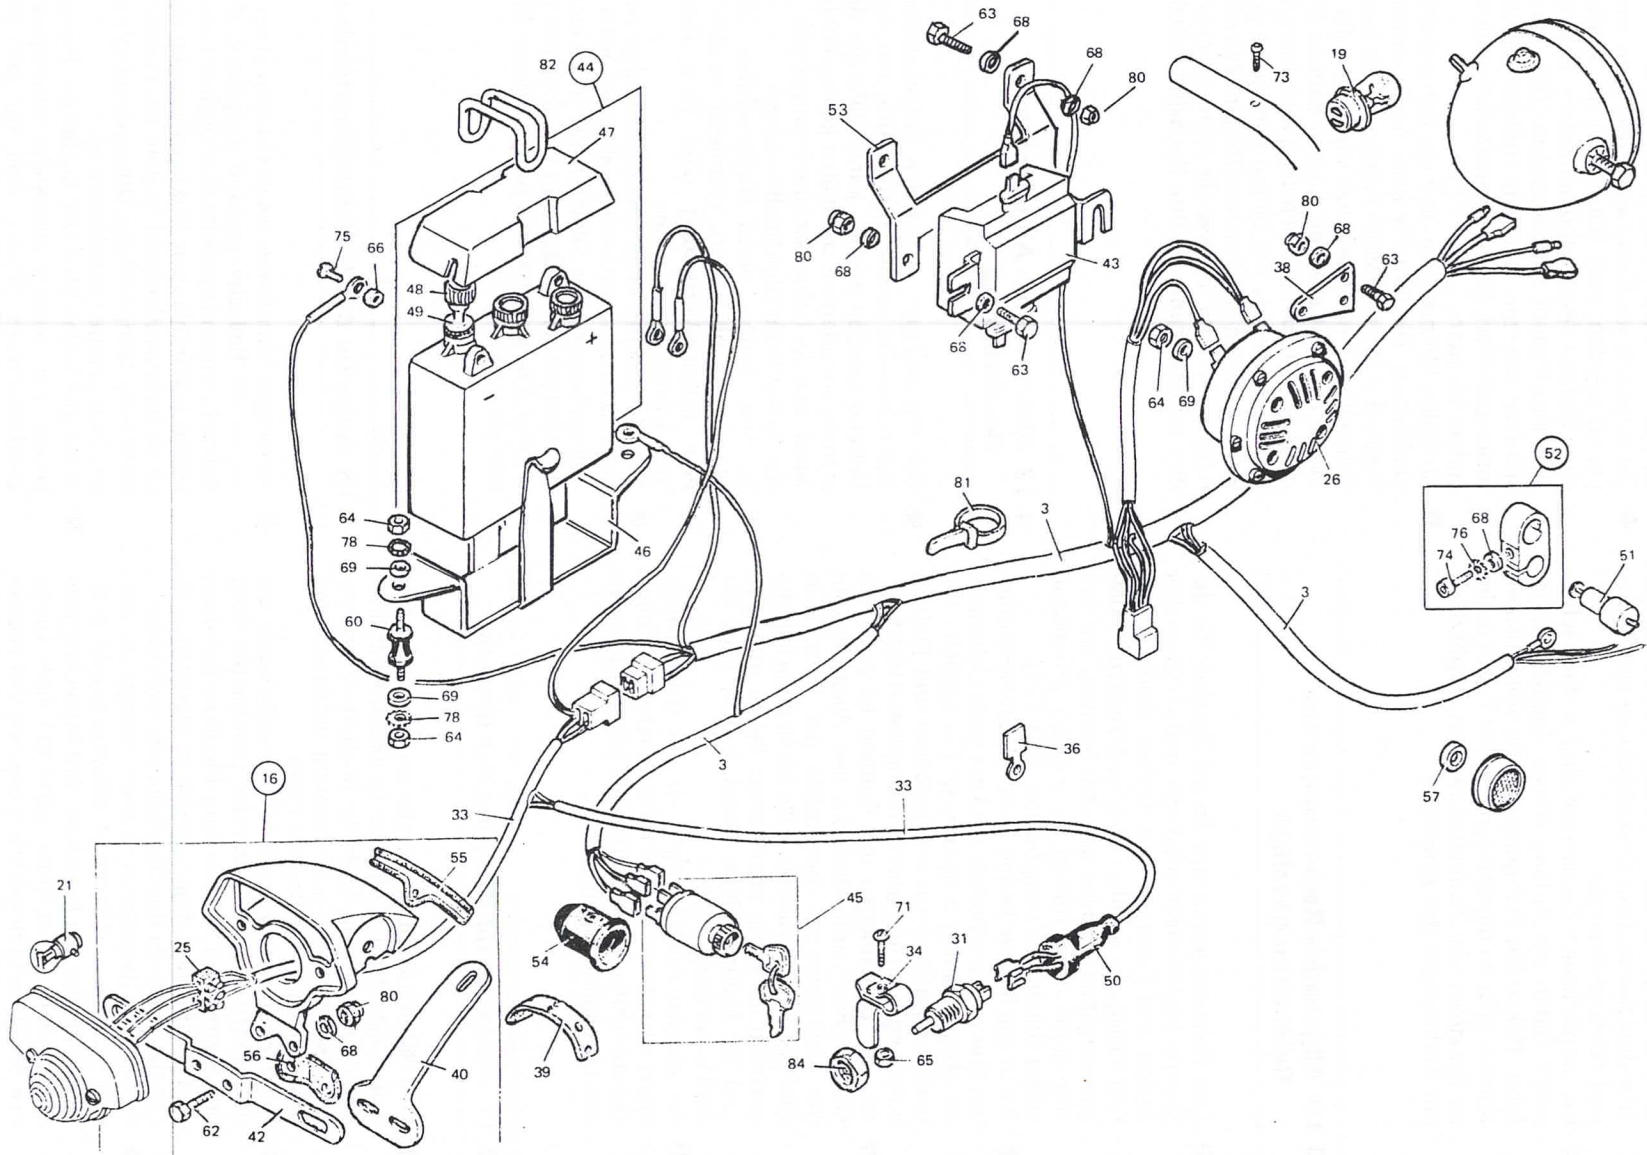

Bild 126
- Eine Beleuchtungsanlage ist als Zubehör für die Sherpa Trial-Modelle erhältlich, und sie ist an den Alpina und Frontera Trial/Enduro-Modellen serienmässig. Es werden zwei verschiedene Anlagen eingebaut, wovon eine mit Batterie, um den strengeren Vorschriften in einigen amerikanischen Staaten zu entsprechen (Bild 126).